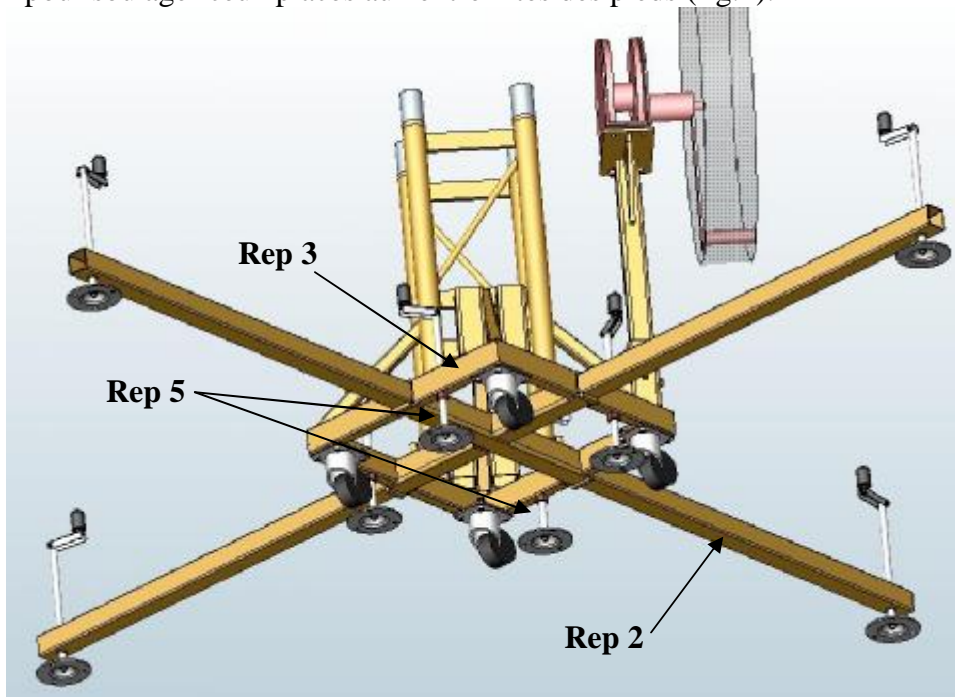

fig.4
b) Abaisser les 4 vérins de stabilisation (rep 5) se trouvant sous le châssis (rep 3) pour soulager ceux placés aux extrémités des pieds (fig.4).